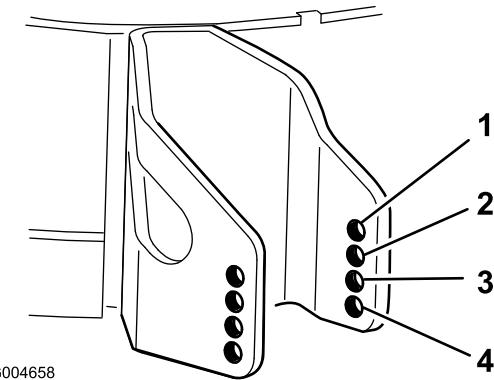

Figura 9
4. Escolha a dimensão do orifício ideal para que o rolo anti-dano fique posicionado o mais próximo possível da altura-de-corte pretendida (Figura 9).